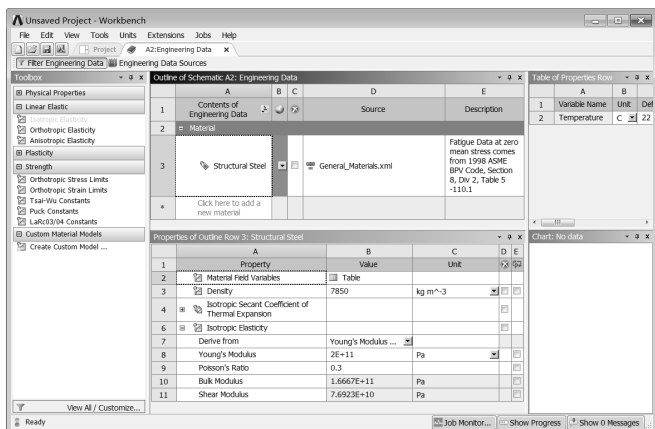

图 9-11 材料参数设置界面
Step1: 双击项目 B 中的 B2 Engineering Data 选项, 进入如图 9-11 所示的材料参数设置界面。在该界面下即可进行材料参数设置。